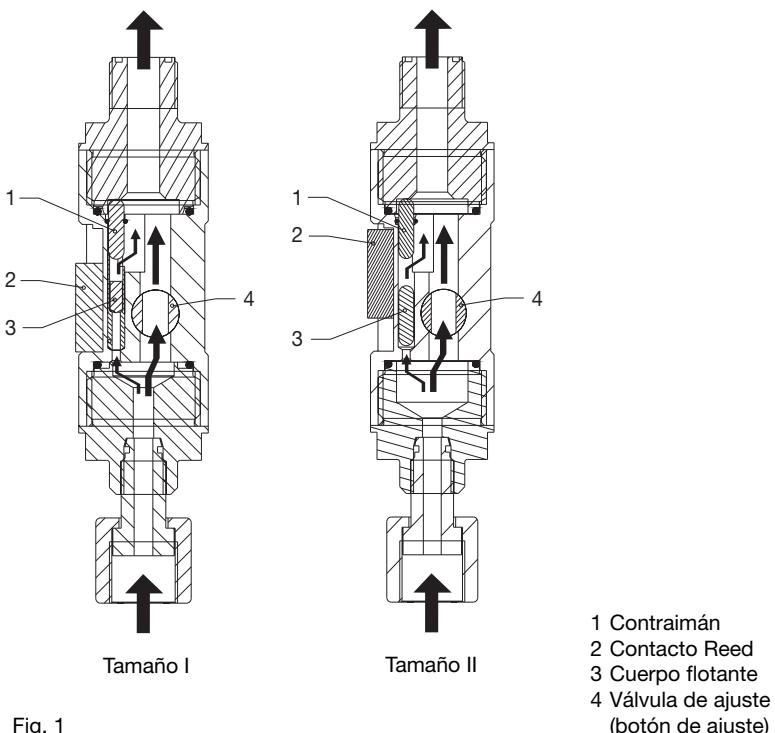

Fig. 1
El control de dosificación "Flow Control" se compone, en principio, de un tubo con cuerpo flotante (3) y un bypass de sección regulable (ver fig. 1). Mediante la sección regulable (botón giratorio) se puede adaptar Flow Control al caudal de la bomba – se adapta su sensibilidad de reacción.